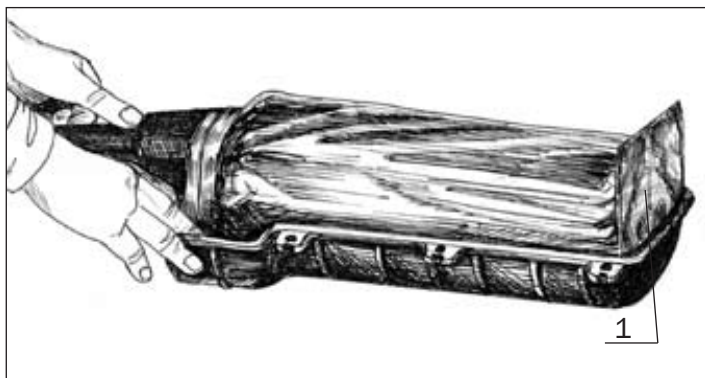

Рис. 3.2. Укладка муфты МТОК 96 в полумуфту МПЗ
3.2. Муфту МТОК 96 в полиэтиленовом пакете укладывают в полумуфту МПЗ. От большого пакета отрезают рукав длиной 250-300 мм. Оставшуюся часть складывают и вставляют между муфтой МТОК 96 и дном муфты МПЗ (Рис. 3.2).